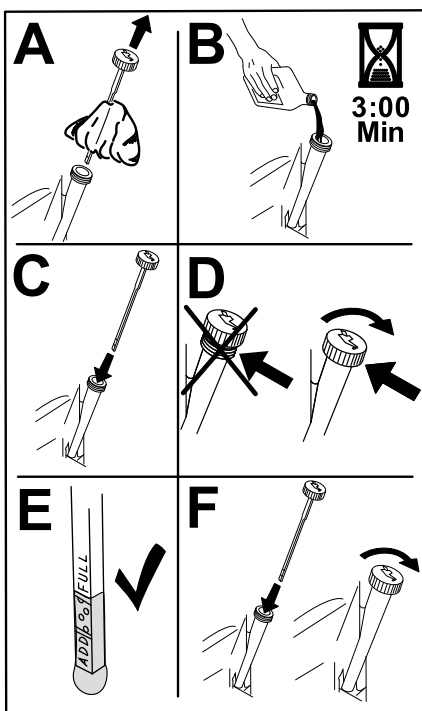

Figura 42
6. Deite cerca de 80% do óleo especificado no tubo de enchimento e adicione lentamente o óleo adicional até chegar à marca Cheio (Figura 42).